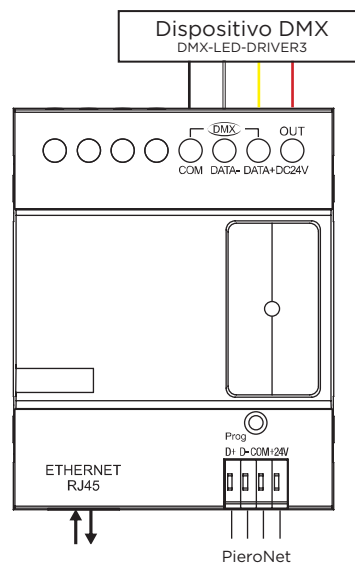

Figura 5. Ligação Elétrica - Exemplo
- **DMX OUT** - Possui 4 terminais de saída que servem para interligar mais drivers DMX-LED-DRIVER3 na rede bus (Data +, Data-, COM e +24V DC), conforme a figura 5;